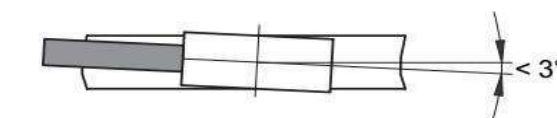

图 6: 计数方向定义/安装
• 读数头必须与计数方向对齐。（见图 6）
• 安装磁栅尺读数头时，要确保磁条和读数头之间的间隙，应确保整个测量长度方向的最大偏差（见图 6）！
- 观察在总行进距离中磁栅尺读数头和磁条之间的间隙是否超过容忍距离或读数头是否与磁条接触（见图 6）。
- 读数头的作用面安装未朝向磁条（见图 6）。